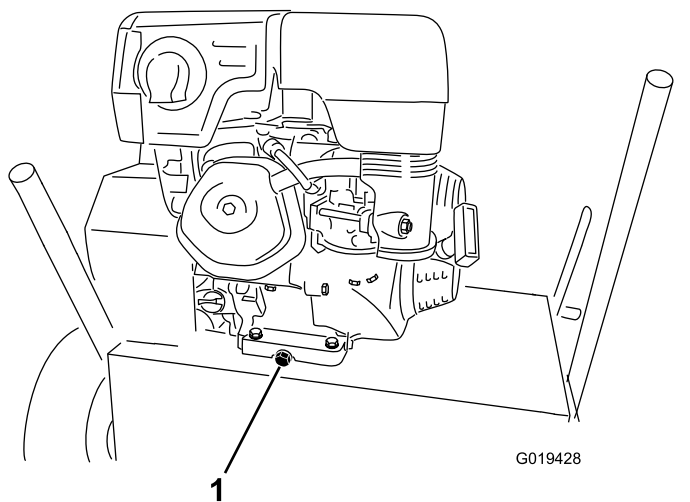

Bild 17
4. Entfernen Sie die Ablassschraube (Bild 17).